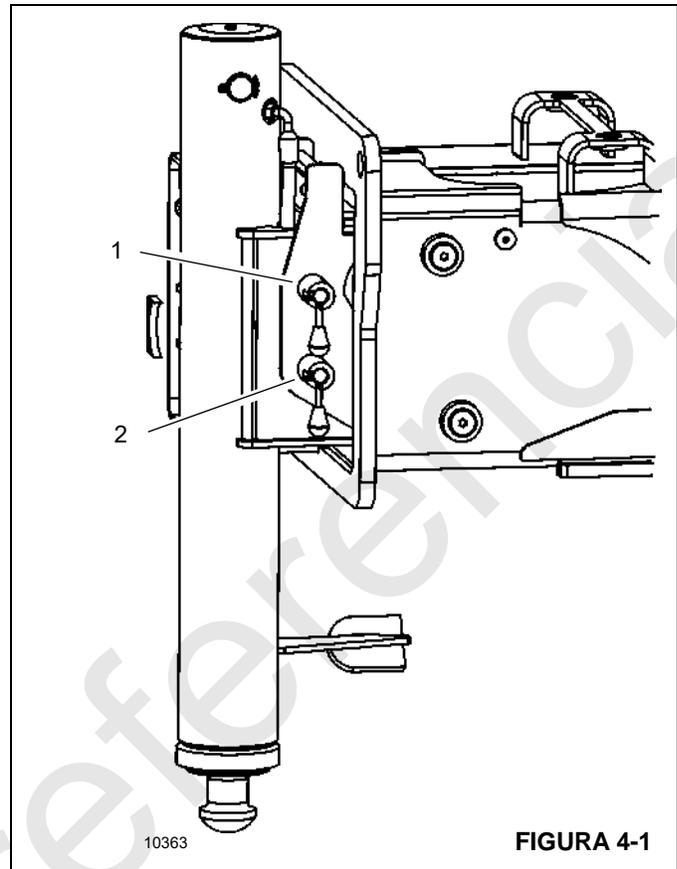

FIGURA 4-1
- b. Posición extendida al 50 %. Active el bloqueo manual al 50 % al girar la manija en el sentido de las agujas del reloj (1, Figura 4-1) para la posición central.
- c. (NTC40-2/NTC45-2 solamente) posición extendida al 75 %. Enganche el bloqueo manual (2, Figura 4-1) girando la manija en sentido de las agujas del reloj.